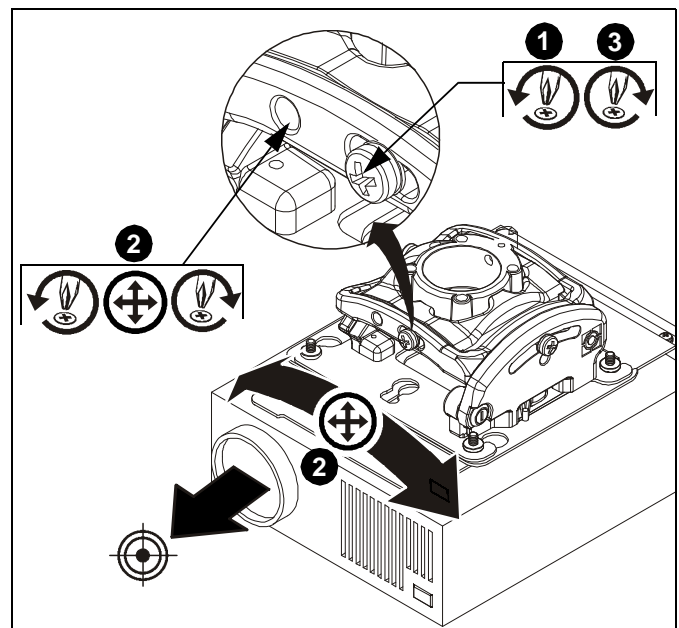

Abb. 14
1. Lösen Sie die Feststellschraube für die Einstellung des QUERNEIGUNGSWINKELS mit einem Nr. 2-Kreuzschlitzschraubendreher. (Siehe Abb. 14)